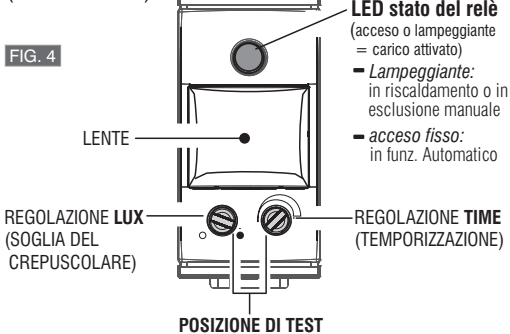

FIG. 4
- Ruotare delicatamente in **senso orario** il regolatore della luminosità (**LUX**) fino all'arresto, e quello della temporizzazione (**TIME**) in **senso antiorario** fino all'arresto (**posizione di TEST** vedere in FIG. 4).